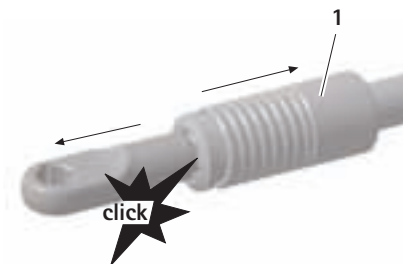

Fig. 4
- Saisir l'accouplement rapide **1** du raccord **A** ou du support universel UNITRAC **J** au niveau de la zone de préhension et tirer vers l'arrière, voir Fig. 4.